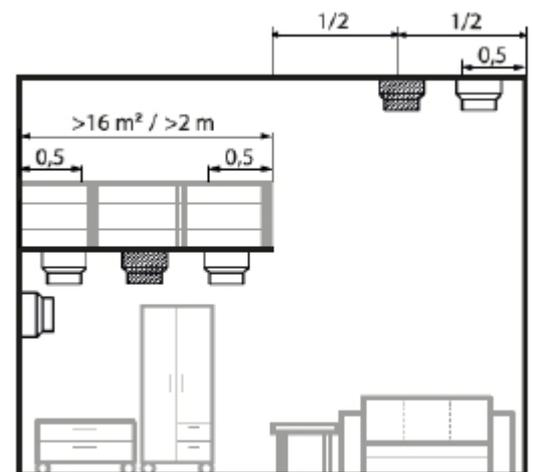

Bild 5 Räume mit Podest oder Galerie
- Betragen Länge und Breite einer Empore mehr als 2 m und hat die Empore eine Gesamtfläche von mehr als 16 m², so wird ein zusätzlicher Melder unter der Empore benötigt (siehe Bild 5).